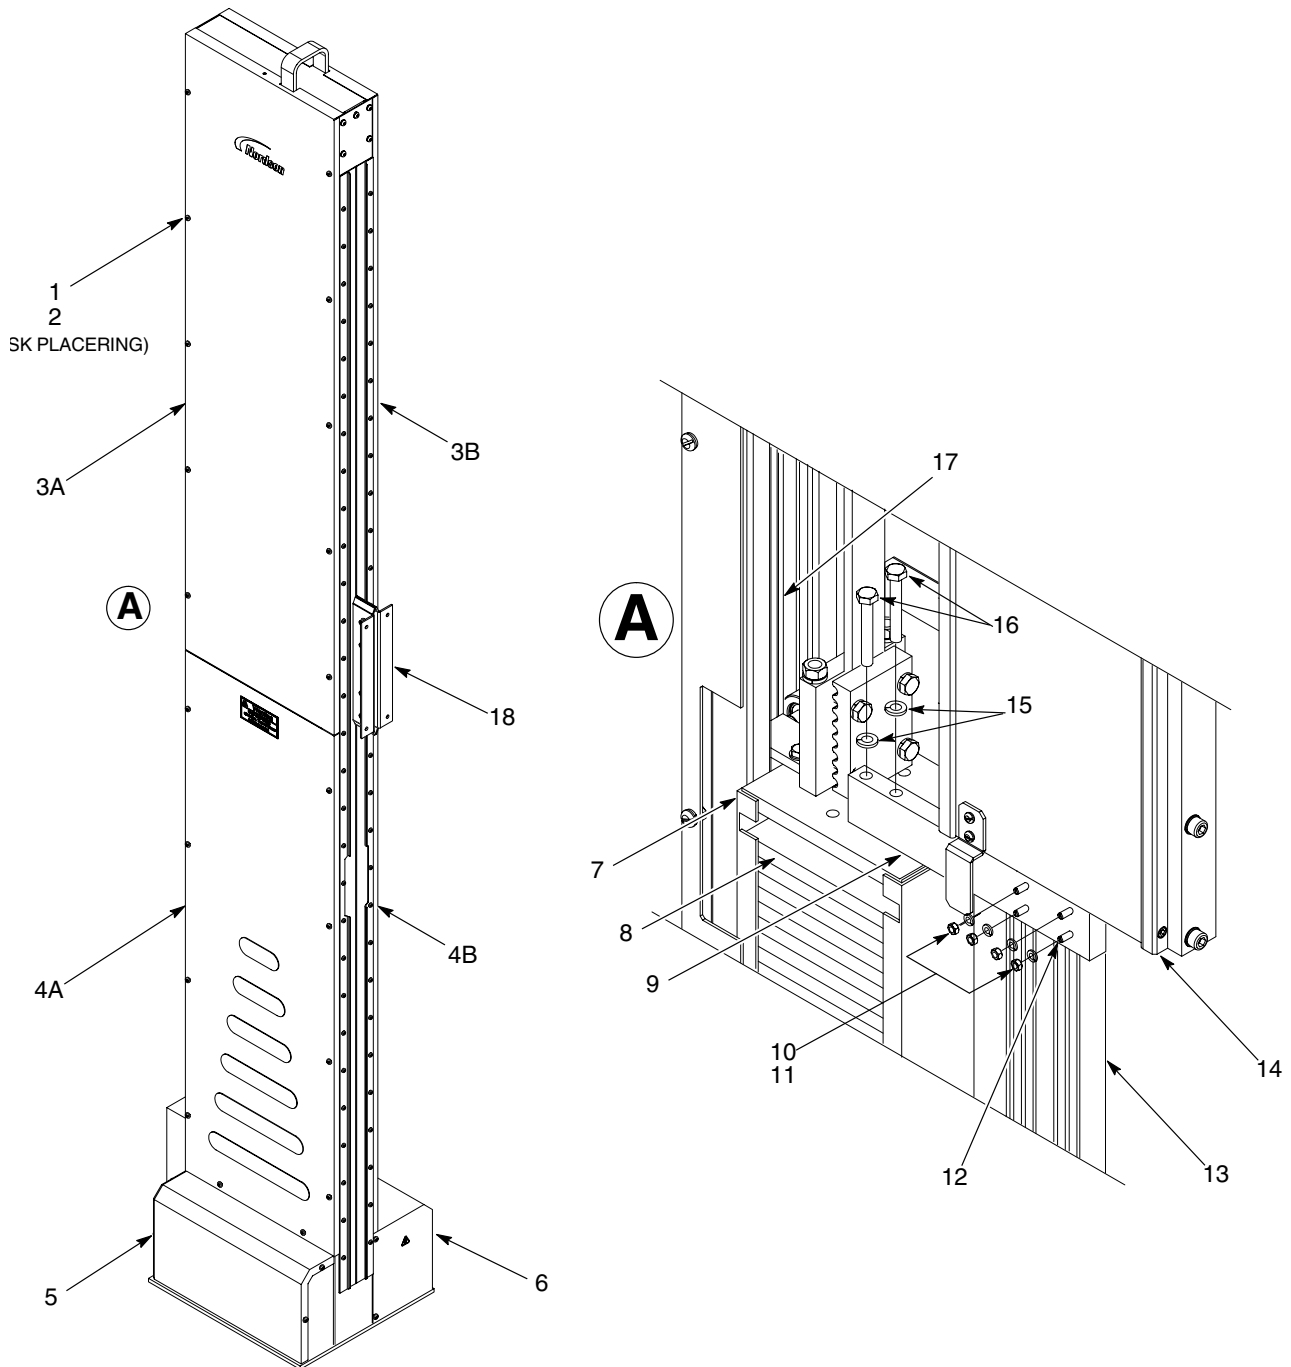
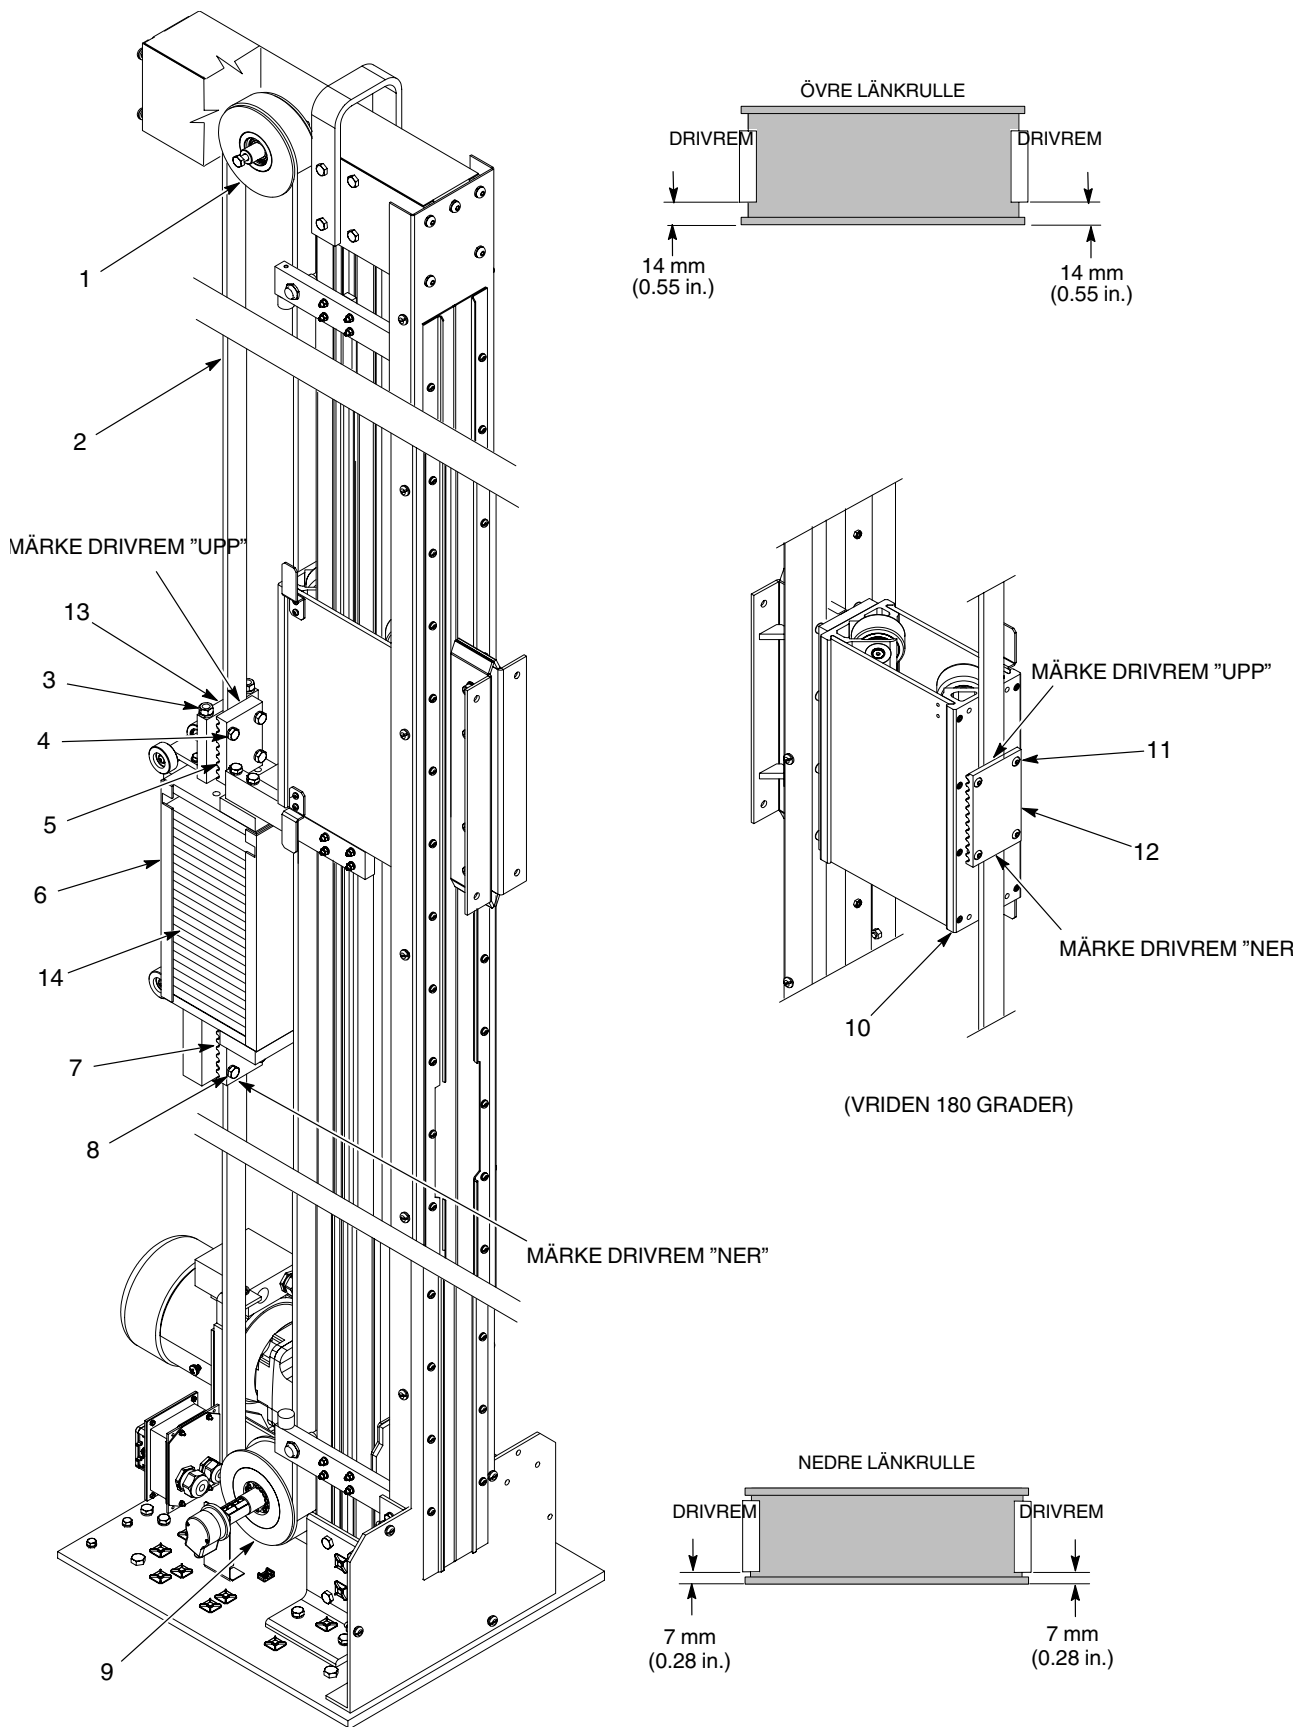
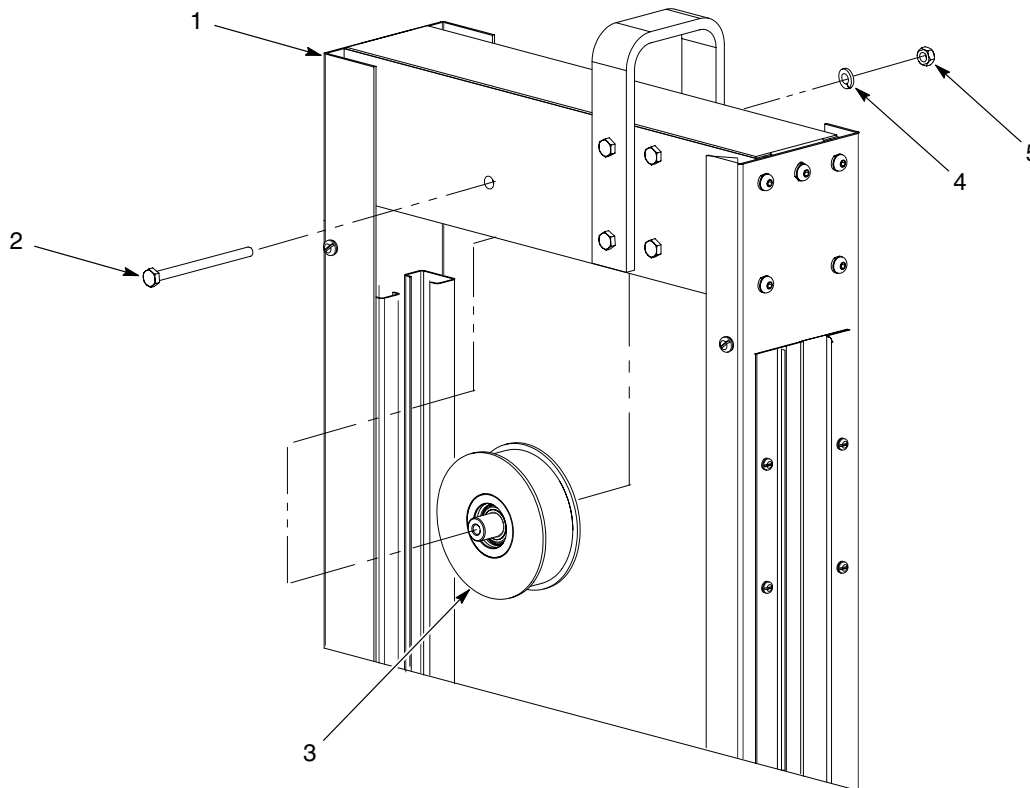
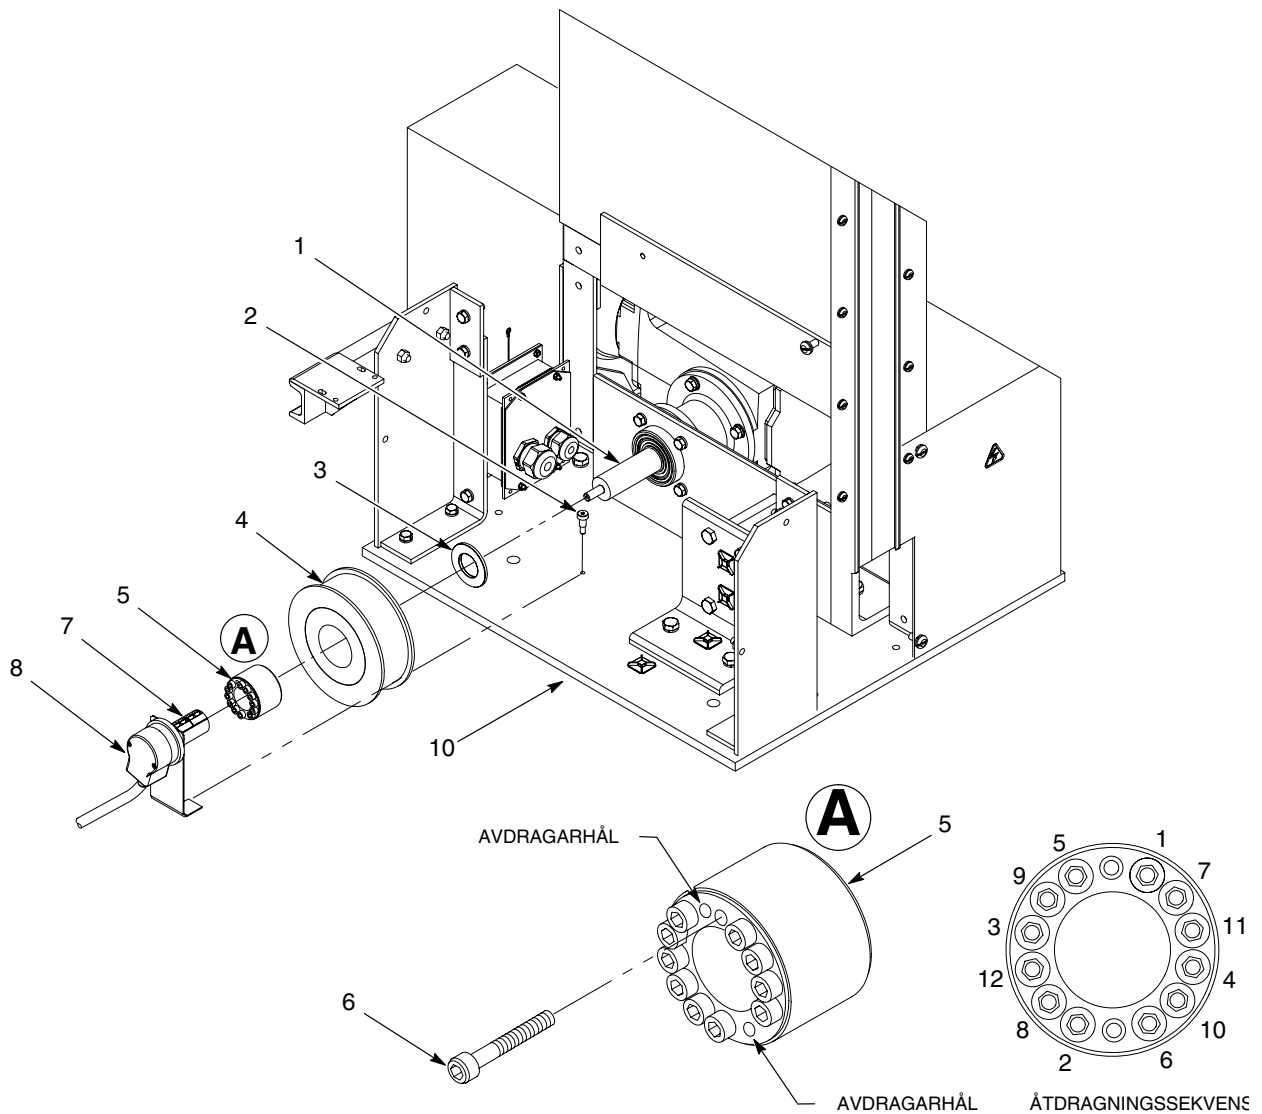

Bild 8 Fastlåsning av pistolvagn och motviktskorg
Bild 9 Byte av drivrem
Bild 11 Byte av övre länkrulle
Bild 12 Byte av nedre länkrulle
2. Se bild 8. Tag bort skruvarna (1) och brickorna (2) som fäster sidopanelerna (3A, 4A) på traversens encodersida och kåpan över encodern (5).. Om man skall reparera det övre länkhjulet eller pistolvagnens rullar, tag av panelerna (3B, 4B) på motorsidan (6).
- a. Flytta med handkraft pistolvagnen (14) tills att undersidan ligger något ovanför motviktskorgen (7).
- b. Sätt i T-bultarna (12) genom låsarmens (9) baksida. Fäst låsarmen på motviktskorgen (7) med hjälp av låsbrickorna (15) och skruvarna (16). Drag åt skruvarna ordentligt.
- c. Flytta för hand pistolvagnen (14) nedåt, tills att den ligger an mot låsarmens (9) ovansida.
- d. Sätt i T-bultarna (12) i pistolvagnens spår (13). Sätt på låsbrickorna (11) och muttrarna (10) på T-bultarna. Drag åt muttrarna ordentligt.
4. Markera pistolvagnens läge på pistolvagnsspåret (13).
5. Markera motviktskorgens läge på motviktskorgens spår (17).
6. Tag av pistolerna och pistolfästena från montageplattan för pistoler (18).
7. Anteckna antalet motvikter (8) och tag av dem från motviktskorgen (7).
2. Se bild 9. Märk drivremmen på följande sätt:
- a. Rita en linje på den övre drivremshållaren (5) och märk drivremmen med UPP
- b. Rita en linje på den nedre drivremshållaren (7) och märk drivremmen med NER.
- c. Rita två linjer vid den övre och nedre delen av pistolvagnshållaren (12) och märk drivremmen med UPP resp. NER.
3. Lossa spännmuttrarna (3) på ovansidan av drivremshållaren (13).
4. Lossa skruvarna (11) som fäster drivremshållaren (12) till pistolvagnen (10).
- a. Lossa skruvarna (8) som fäster drivremmen (2) till den nedre drivremshållaren (7).
- b. Lossa skruvarna (4) som fäster drivremmen till den övre drivremshållaren (5).
- c. Tag ut drivremmen (2) från drivremshållarna.
6. Tag av drivremmen (2) från länkrullarna (1, 9). Tag bort drivremmen mellan pistolvagnen (10) och vagnens drivremshållare (12).
2. Se bild 9. Genomför följande:
- a. Sätt i drivremmen (2) i motviktskorgens nedre drivremshållare (7).
- b. Kontrollera att drivremmen är centrerad i sidled och griper in i de 8 tänderna i drivremshållaren. Kontrollera att drivremmen inte sticker upp ovanför den nedre drivremshållarens ovankant. Drag åt skruvarna (4) med momentet 20 N•m (180 in.-lb).
3. Drag drivremmen (2) runt den nedre länkrullen (9), mellan pistolvagnen (10) och motviktsvagnens drivremshållare (12), och runt den övre länkrullen (1).
- a. Lossa spännmuttrarna (3) på motviktskorgens (6) ovansida tills att de ligger ens med de gängade stavarnas ovansida.
- b. Sätt i drivremmen (2) i motviktskorgens övre drivremshållare(5).
- c. Kontrollera att drivremmen (2) är centrerad i sidled och griper in i de 8 tänderna i drivremshållaren (5). Kontrollera att drivremmen inte sticker ut nedanför drivremshållarens nederkant. Drag åt skruvarna (4) med momentet 20 N•m (180 in.-lb).
- d. Kontrollera att drivremmen är centrerad i sidled på den övre resp. nedre länkrullen så som visas i bild 9. Drivremmen ligger centrerad när avståndet från länkrullens sida till drivremskanten är lika.
6. Kontrollera att drivremmen är centrerad i sidled i drivremshållaren (12) på pistolvagnens baksida (10). Drag åt drivremshållarens fästskruvar (11) med momentet 14 N•m (120 in.-lb).
7. Se bild 8. Tag av muttrarna (10) och låsbrickorna (11) från T-bultarna (12).
8. Tag av skruvarna (16) och brickorna (15) som fäster motviktsvagnens låsarm (9) till motviktskorgen (7).